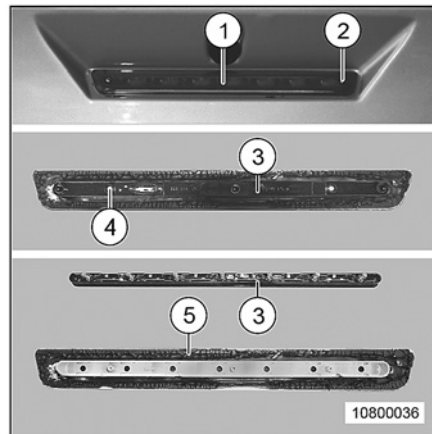

Fig. 191 Troisième feu de freinage
- Pour remonter le troisième feu de freinage (Fig. 191/1), appliquer du mastic d'étanchéité frais (Fig. 191/5). Le mastic d'étanchéité est en vente chez les partenaires de service Carthago.
1. Desserrer les vis (Fig. 191/2) du troisième feu de freinage (Fig. 191/1).
2. Retirer le troisième feu de freinage (Fig. 191/1). En raison du mastic d'étanchéité, ceci demande un peu d'énergie est nécessaire.
3. Sur la face arrière du troisième feu de freinage (Fig. 191/1), retirer les vis (Fig. 191/4) de la baguette en plastique (Fig. 191/3).
4. Enlever la baguette en plastique (Fig. 191/3) et remplacer l'ampoule.